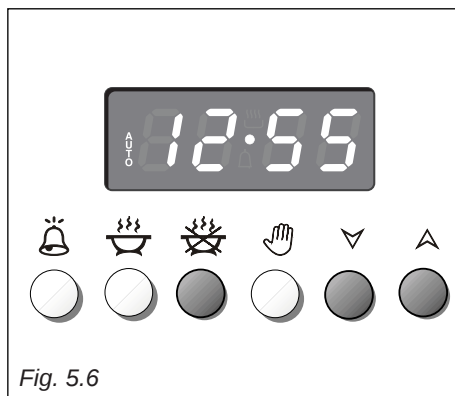

Fig. 5.6
2. Still inn tidspunktet for avsluttet tilberedning ved å trykke på  (den allerede innstilte tiden vises i displayet. Still inn tilberedningsslutt med  eller  (Fig. 5.6).